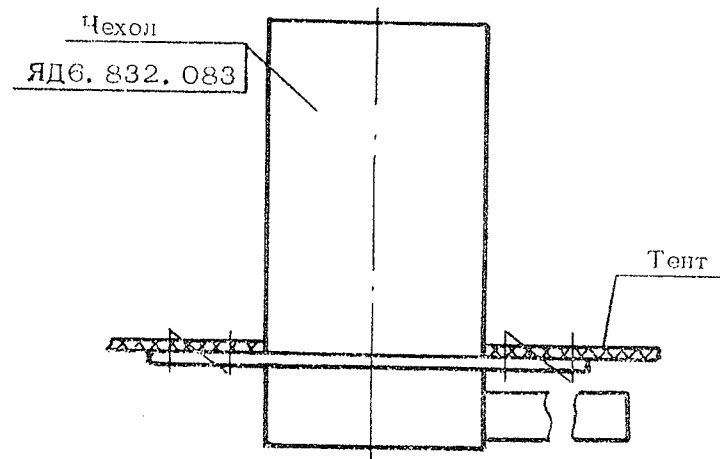

Рис. 7
3. 2. 4. 3. Чехол ЯД6. 832. 083, предназначенный для крепления РСО на тенте спасательного плота, вшивается в наивысшей точке тента (рис. 7).